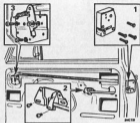
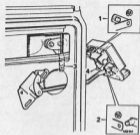

Abb. 5
Abb. 6
- (1) Türgriff, Schließblech und Fensterkurbel ausbauen.
- (2) Türtauche ausbauen und Verkleidungsblech abhebeln. Klebstreifen neben dem Schloß zurückziehen.
- (3) Schrauben von Klinke und Schloßfernbedienung entfernen (Abb. 5).
- (4) Innenschloßschrauben entfernen (Abb. 5).
- (5) Unterteil des schließblechbetätigten Schloßklobes (3) vorsichtig von der
- (6) Klinke nach außen bewegen und die Sprungringe entfernen, die die Fernbedienung (5) und den inneren Sperrhebel (2) an der Klinke sichern (siehe Abb. 6) und beide Einheiten und die Klinke vom Türhauben abziehen.
- (7) Der Einbau geschieht unter besonderer Beachtung folgender Anweisungen in umgekehrter Reihenfolge des Ausbaus.
- (8) Abb. 6 beachten. Gewährleisten, daß der den Fernbedienungshebel (1) und inneren Sperrhebel (2) sichernde Sprengring richtig sitzt und die Sperrstange (4) in der Federklammer des äußeren Schloßgliedes (3) eingedrückt ist.
- (9) Einstellung des Druckknopfes prüfen siehe "Nachstellungen" in Abschnitt Bb.5 des Werkstatthandbuchs.
- (10) Vorhandene oder neue Dichtstreifen an Türblech anbringen. Arbeitweise des Türschlossens vor Aufsetzen des Verkleidungsblechs prüfen.
- (11) Sofern notwendig, kann das Türschloßblech versetzt werden; siehe "Nachstellungen" in Abschnitt Bb.5 des Werkstatthandbuchs.